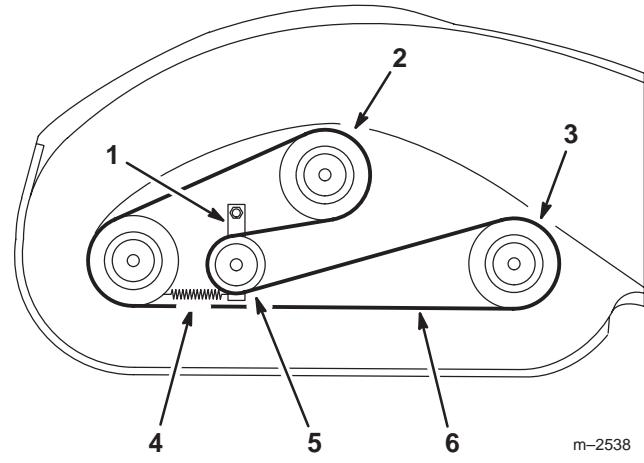

Bild 47
4. Haken Sie die Spannscheibenarmfeder aus, um die Feder am Spannscheibenarm zu entspannen. Entfernen Sie dann den abgenutzten Mähwerkriemen (Bild 47).
5. Legen Sie den neuen Mähwerkriemen um die äußere Spindelriemenscheibe, die Spannscheibe und in die untere Rille der mittleren Spindelscheibe (Bild 47).
6. Haken Sie die Feder wieder in den Spannarm ein (Bild 47).